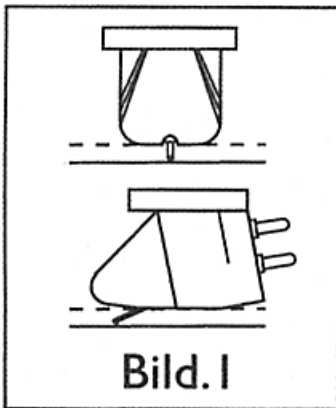

Bild. 1
(1) Montage. Den Nadelschutz nicht abnehmen, damit die Abtastnadel beim Einbau nicht beschädigt wird. Der Einbau vereinfacht sich, wenn Sie die Verdrahtung vor der Montage im Headshell anschließen. Dieser Tonabnehmer ist mit einem Bohrungsabstand von 12,7 mm versehen. Der Tonabnehmer ist mit den mitgelieferten Schrauben starr am Tonarmkopf zu befestigen. Die Schrauben festziehen, aber nicht überdrehen. Den Tonabnehmer so montieren, dass seine obere Fläche, von vorn und von der Seite gesehen, parallel zur Schallplatte steht (siehe Bild 1). Erleichtern Sie sich das Ausrichten, indem Sie einen kleinen Taschenspiegel auf den Plattenteller legen und die Abtastnadel auf den Spiegel aufsetzen. Nun am Tonarm und Tonarmkopf die notwendigen Justierungen so vornehmen, dass der Tonabnehmer parallel und nicht schräg zur Schallplatte steht.